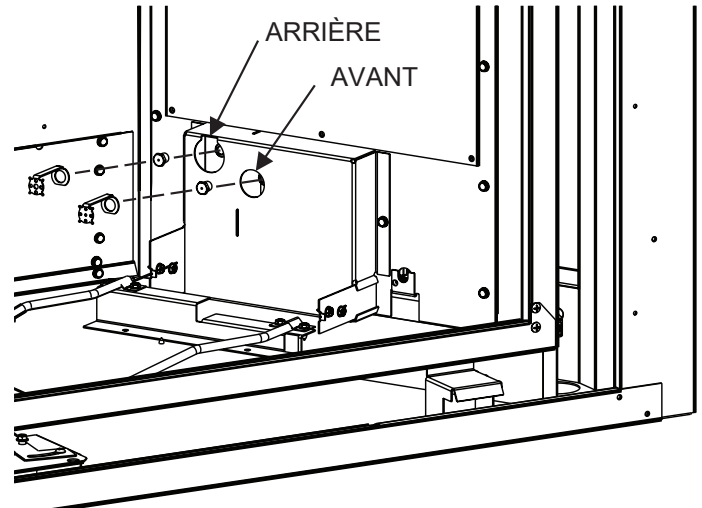

Figure 4
6. Utiliser des pinces à bec effilé pour retirer les cibles et les jeter. **Voir Figure 4.**